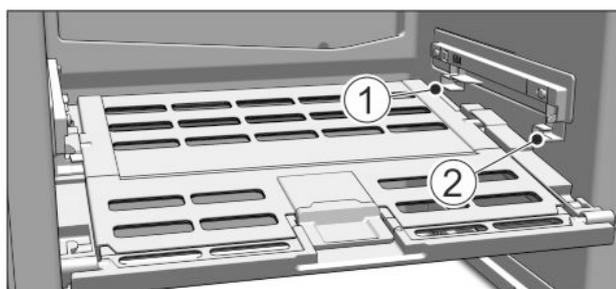

Fig. 49
- ▶ Deckel Fruit & Vegetable-Safe einsetzen: Deckelstege von unten in die hintere Halterung Fig. 49 (1) einführen und vorne in die Halterung Fig. 49 (2) einrasten.